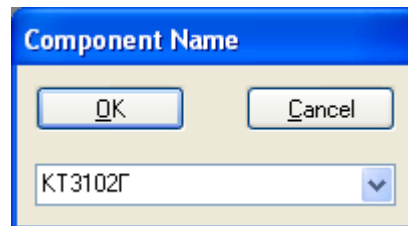

Рисунок 3.22 - Запись созданного библиотечного компонента в библиотеку
- Выполнить команды **Component/Save** и, нажав на кнопку **OK**, записать созданный библиотечный элемент в библиотеку под именем **КТ3102Г** (рис. 3.22).